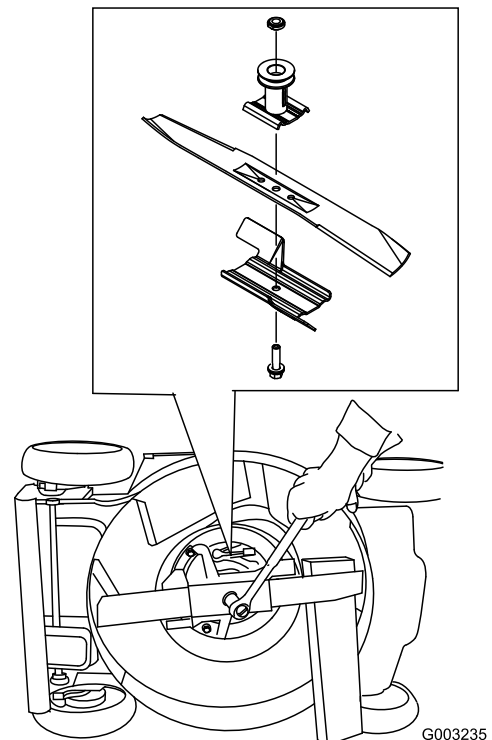

Figure 39
5. Montez la nouvelle lame et toutes les fixations (Figure 39).